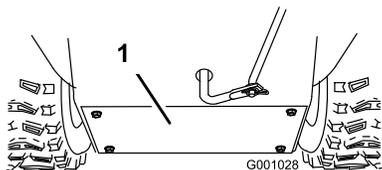

Figura 54
3. Togliete il carter posteriore (Figura 54).